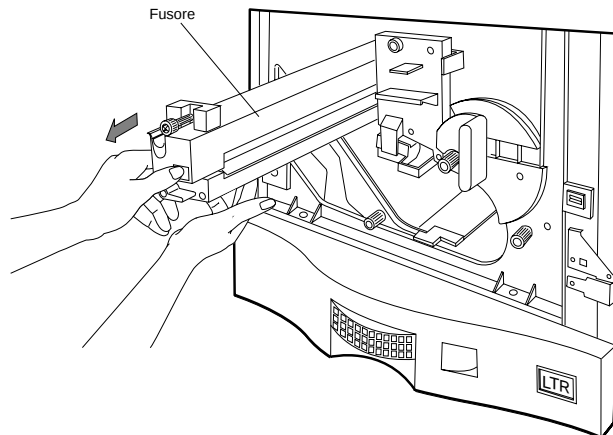

Figura 4-35 Estrazione del fusore
3. Estrarre il fusore, sostenendolo con la mano, come mostrato nella Figura 4-35.